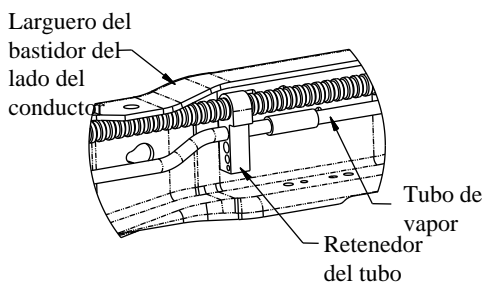
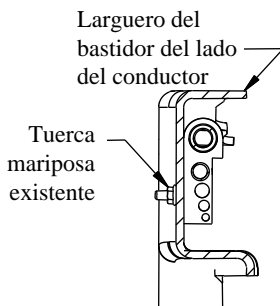
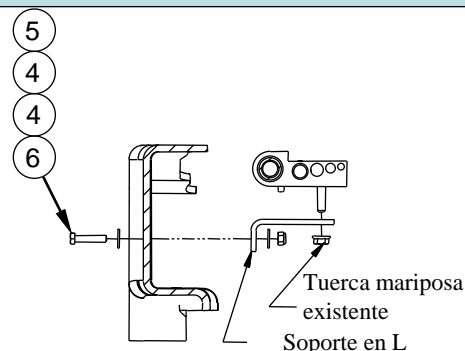
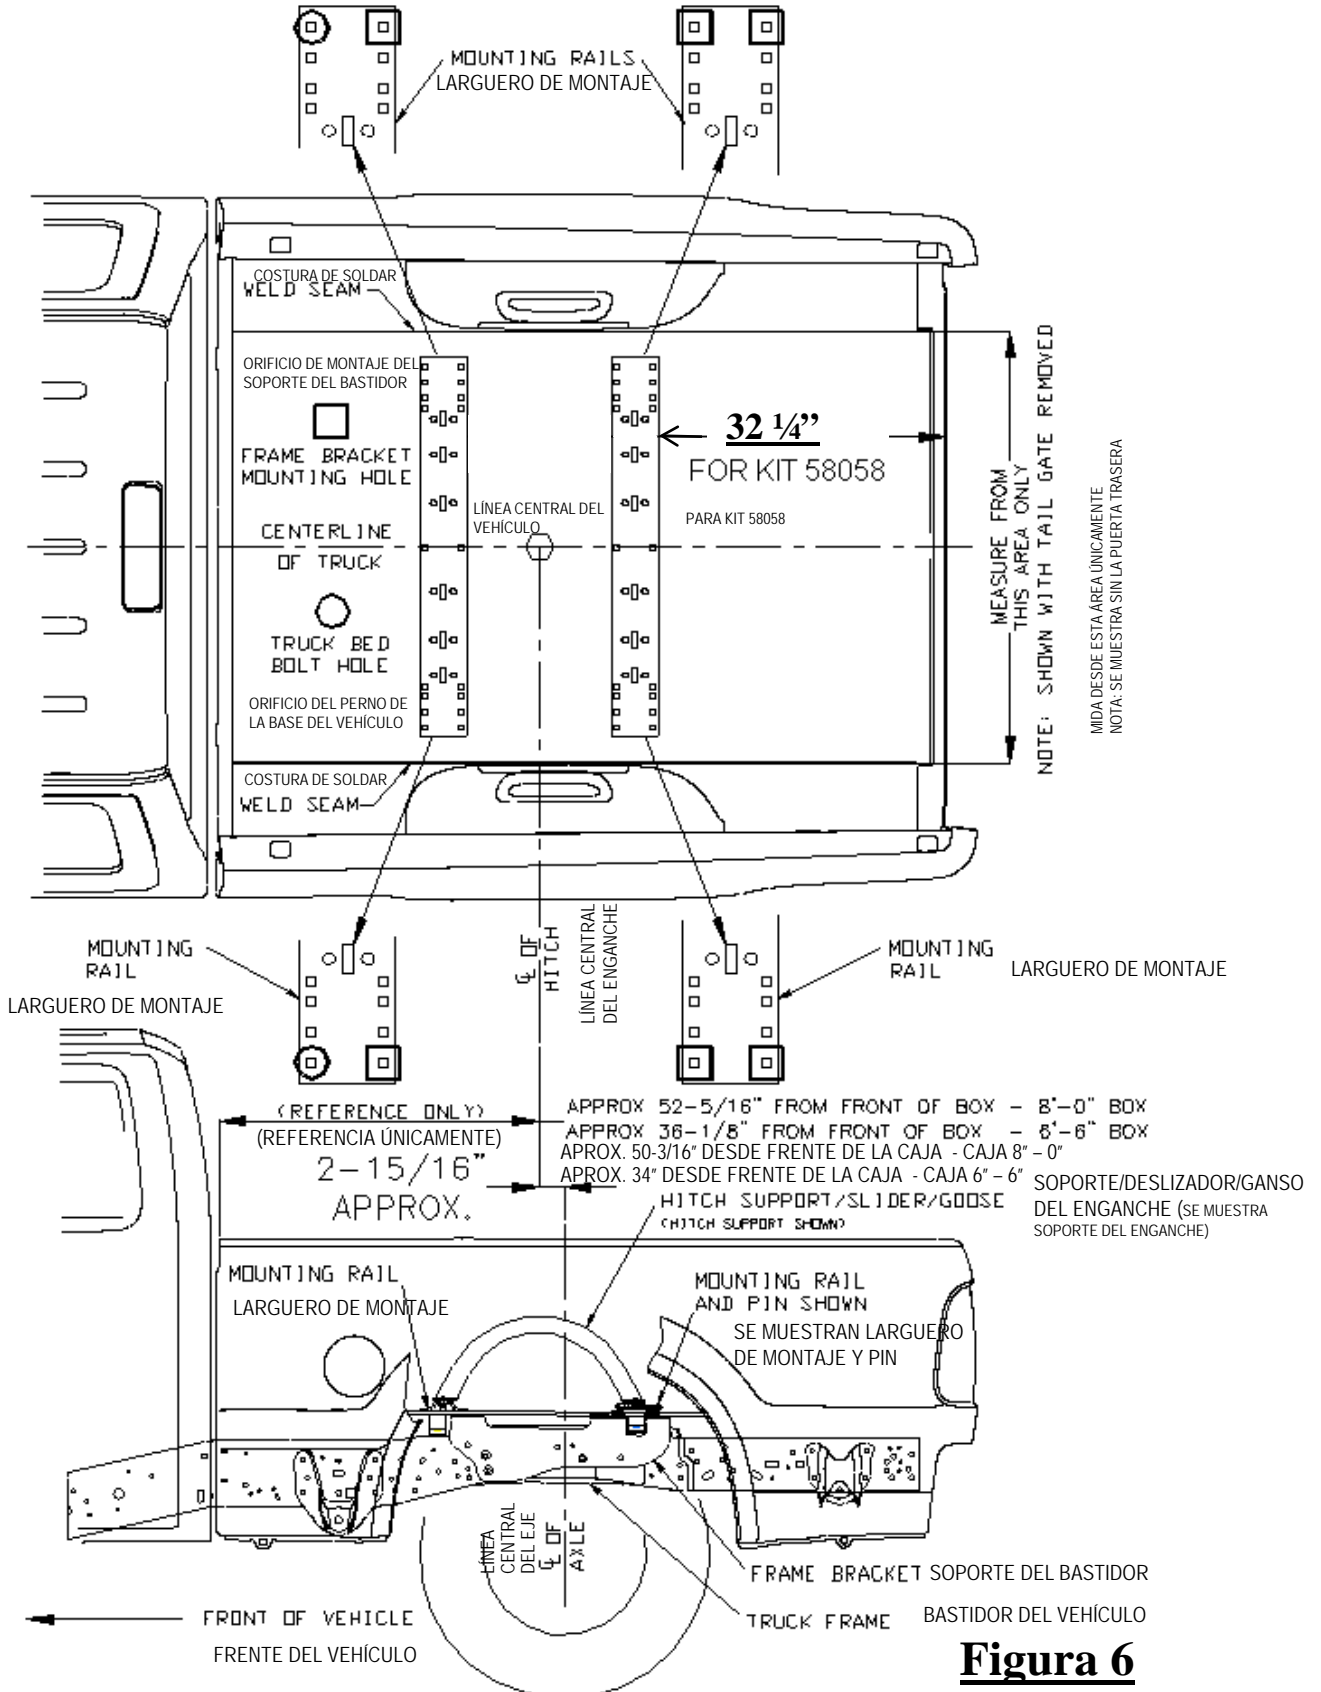

Figura 3a
Figura 3b
Figura 3c
Figura 6
2. **Para modelos de motor de gas 2005 y posteriores únicamente** El tubo de vapor que va a lo largo del costado interior del larguero del bastidor del costado del conductor se debe volver a instalar antes de instalar el soporte del costado del conductor. Ver Figura 3a. Quite la tuerca mariposa del exterior del bastidor y guarde para uso posterior. Ver Figura 3b. Rote todos los tubos hacia arriba y afuera del camino. Instale el soporte el L con piezas de 1/4", como se muestra en la Figura 3c. Apriete el soporte en L al bastidor, pero deje el retenedor del tubo suelto como ayuda en la instalación del soporte.
14. **Para modelos de motor de gas 2005 y posteriores únicamente** Use la tuerca mariposa de fabrica que se retiró en el paso 2 para apretar el retenedor de tubo en el soporte en L como se muestra en la Figura 3c.
9. Coloque un espaciador de 5/16" (3) entre el larguero (7) y la base si el orificio perforado en la base está en el fondo del corrugado. Si el orificio está sobre el corrugado, coloque el espaciador (3) entre el fondo de la base y el soporte debajo de la base.
10. Coloque los espaciadores de tubo (2) de 1-1/4" debajo de los largueros (7).
11. Inserte los pernos de carruaje de 5/8" (1) a través de los largueros y los orificios en la base como se muestra en la Figura 6.
12. Instale las arandelas cónicas de 5/8" (4) y tuercas (5) de 5/8" en los pernos. Ajuste las piezas.
16. **Para modelos de motor de gas 2005 y posteriores únicamente** Use la tuerca mariposa de fabrica que se retiró en el paso 2 para apretar el retenedor de tubo en el soporte en L como se muestra en la Figura 3c.